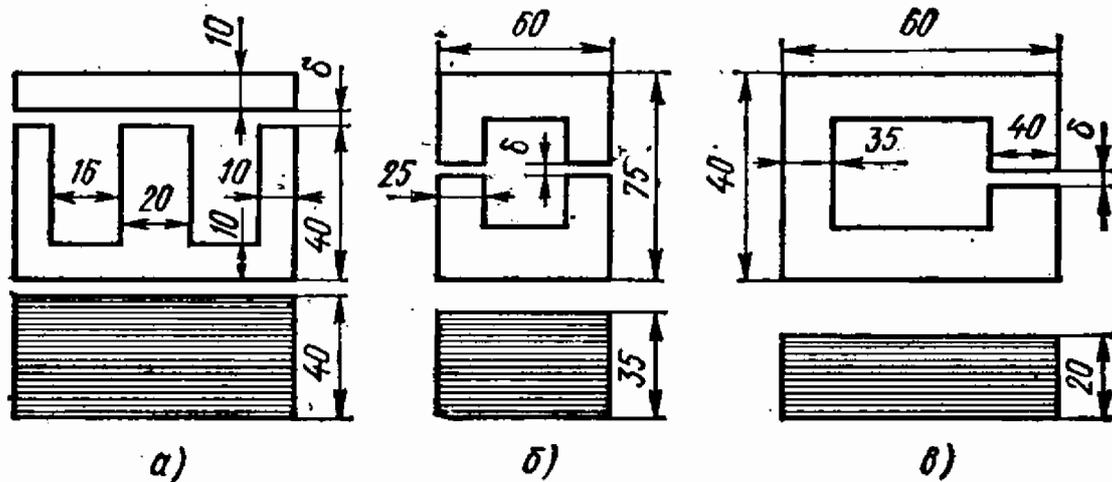

Рис. 10.4
10.4. Определить эквивалентную индуктивность катушки с магнитопроводами из стали Э42, имеющими переменный воздушный зазор длиной $\delta = 0; 0,5; 1$ мм (рис. 10.4, а—в).
Решение. Для варианта рис. 10.4, а при указанных допущениях напряжение U на катушке уравнивается только э. д. с. E от потока в сердечнике. Поэтому при неизменном напряжении $U = E$ поток в сердечнике должен оставаться постоянным и его амплитуда
10.5. Рассчитать ток в катушке с магнитопроводом (рис. 10.4,а), используя не кривые намагничивания $B_m(H_{\sim})$, а зависимость от индукции удельной реактивной мощности намагничивания материала сердечника $Q_{\text{уд.}}(B_m)$, которая дана в приложении 10.1.